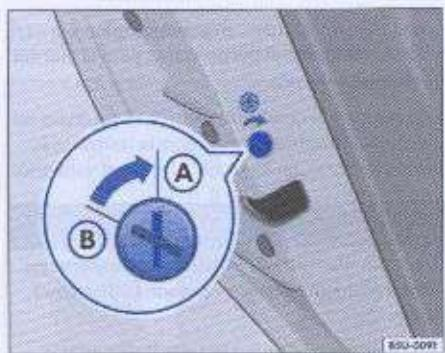
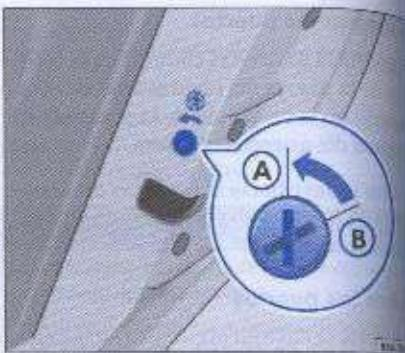

Fig. 49 Traba de seguridad para niños en la puerta trasera izquierda: (A) accionada, (B) desaccionada
Fig. 50 Traba de seguridad para niños en la puerta trasera derecha: (A) accionada, (B) desaccionada
- Gire, con la llave del vehículo, la ranura a la posición ⇒ fig. 49 (A) o ⇒ fig. 50 (A).
- Gire, con la llave del vehículo, la ranura a la posición ⇒ fig. 49 (B) o ⇒ fig. 50 (B).